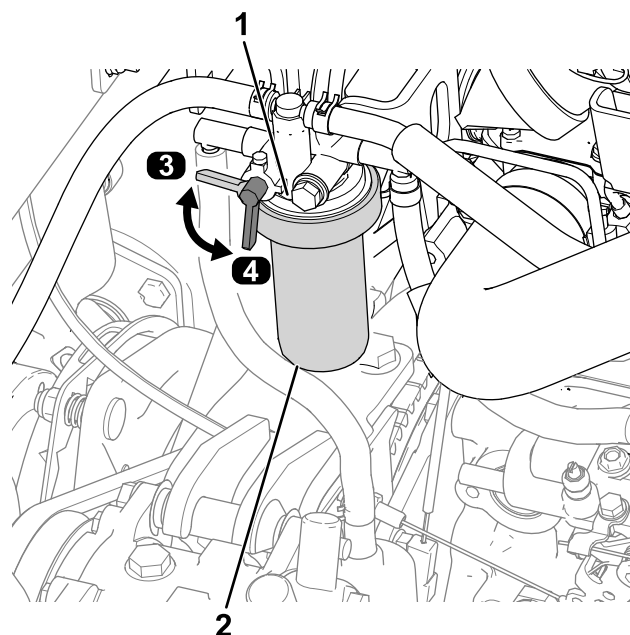

Figura 59
- Curățați zona din jurul capătului filtrului de combustibil (Figura 59).
- Scoateți filtrul și curățați suprafața de montare a capătului filtrului (Figura 59).
- Rotiți maneta ventilului pentru combustibil în poziția PORȚIE (Figura 59).
- Rotiți maneta ventilului pentru combustibil în poziția OPRIȚ (Figura 59).